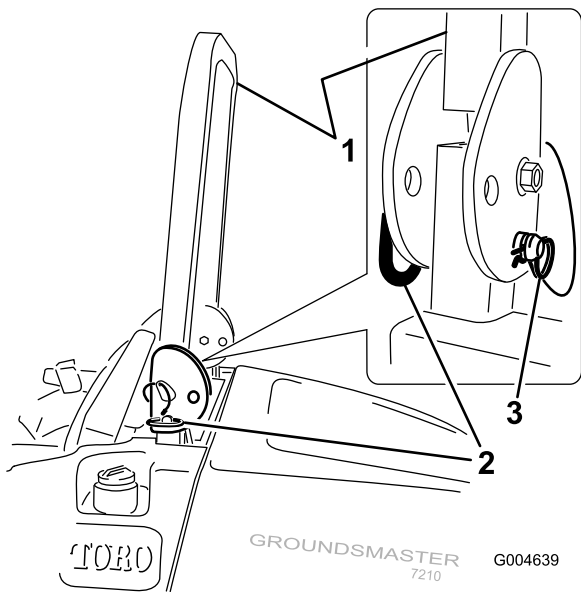

図 13
1. ROPS を下げるには、バーを前方に押し固定ピンに掛かっている力をゆるめた状態で、左右の固定ピンを抜き取る (図 13)。
3. ピンとヘアピンコッターで固定する(図 13)。
- 4. ROPS を立てるには、機体の左右でヘアピンコッターを抜き、ピンを外す(図 13)。
- 5. ROPS をまっすぐに立ててピンで固定し、ヘアピンコッターでロックする(図 13)。